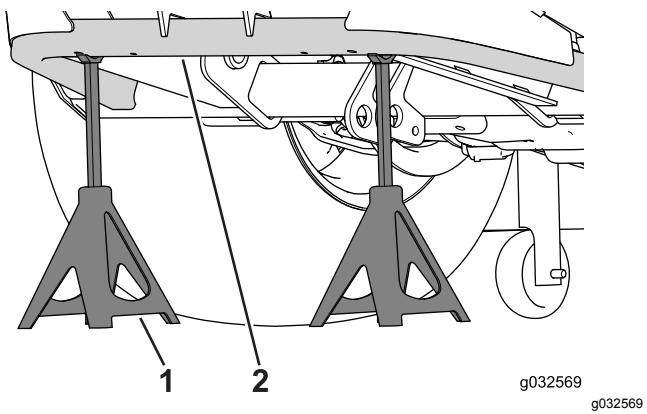

Рисунок 54
- Подставьте под раму две подъемные опоры для поддержки задней части машины (Рисунок 54).